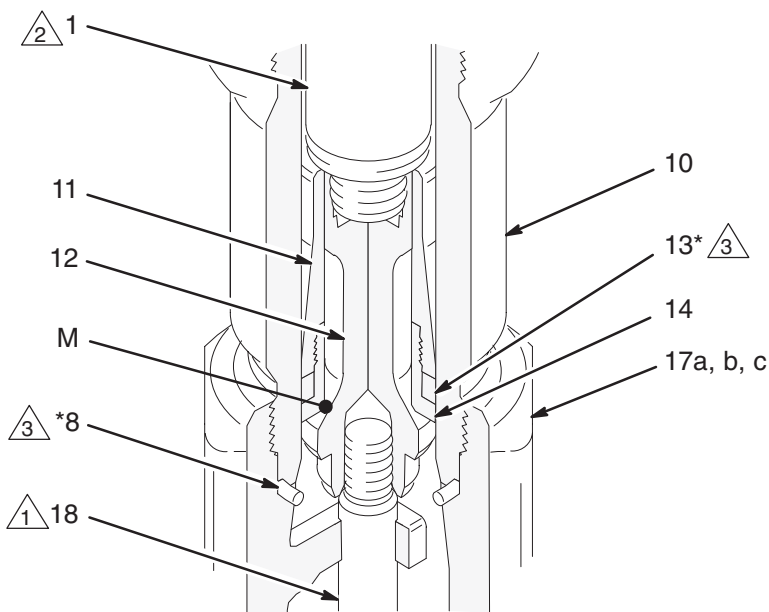

Fig. 12
9. Extraiga la junta (8) del fondo del cilindro (10). Vea la Fig. 12. Ilumine el interior del cilindro para inspeccionar su superficie interna en busca de muescas o desgaste. **Sólo si el cilindro está dañado, o si se detecta evidencia de fugas alrededor de la junta superior del cilindro (8)**, utilice una llave de tubo para desenroscar el cilindro del alojamiento de salida. Extraiga la junta superior del cilindro.
10. Coloque las partes planas del alojamiento de asiento del pistón (1) en un torno de banco. Desenrosque el pistón (12) de la base de la varilla; el vástago del pistón de cebado (18) debe salir al mismo tiempo. Deslice la guía del pistón (11) y el asiento (14) fuera del pistón (12).
11. No es necesario desmontar el vástago del pistón de cebado (18) del pistón (12) a menos que la inspección indique daños en alguna de estas piezas. Para desarmar, coloque las partes planas del pistón en un torno de banco y desenrosque el vástago.
12. Coloque la guía del pistón (11) en un torno de banco, tal como se indica en la Fig. 11. Utilizando una llave inglesa, desenrosque el asiento del pistón (14) de la guía. Extraiga la junta (13); reemplácela siempre por una nueva. Inspeccione las superficies de acoplamiento (M) del pistón (12) y del asiento del pistón (14) en busca de daños o desgaste. Vea la Fig. 12.